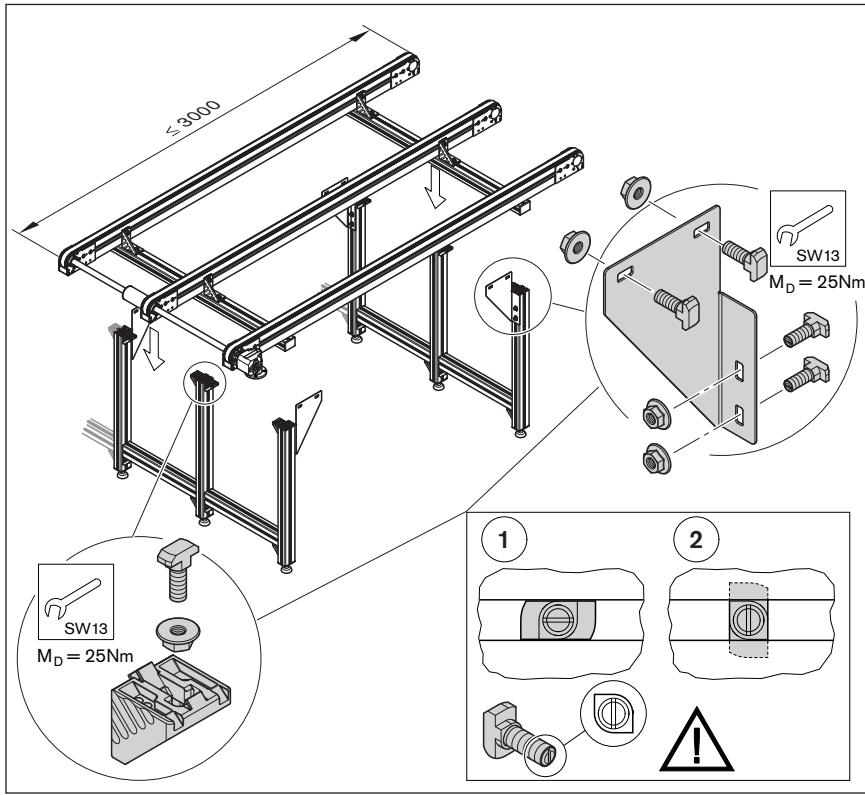

Fig. 7
- ▶ Tenga en cuenta los valores de conexión eléctrica que figuran en la placa de características del motor, véase la "Fig. 7".